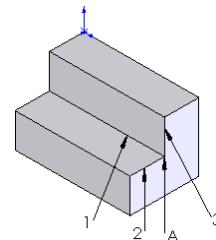

图 6-6 添加坐标系前的图形
**【例 6-2】**以设置图 6-6 中 A 处的坐标系为例，说明建立坐标系步骤。
- 01 新建零件图，绘制如图 6-6 所示的图形。
- 03 设置属性管理器。单击“坐标系”属性管理器中图标  右侧的“原点”显示框，然后在图 6-6 中单击点 A，设置 A 点为新坐标系的原点；单击属性管理器中 X 轴下面的“X 轴参考方向”显示框，然后单击图 6-6 中的边线 1，设置边线 1 为 X 轴；依次设置图 6-6 中的边线 2 为 Y 轴，边线 3 为 Z 轴，此时属性管理器如图 6-7 所示。